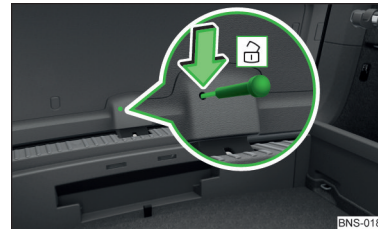

Fig. 356
- › Insérez un tournevis ou un outil similaire dans l'ouverture de l'habillage » fig. 356 jusqu'en butée.